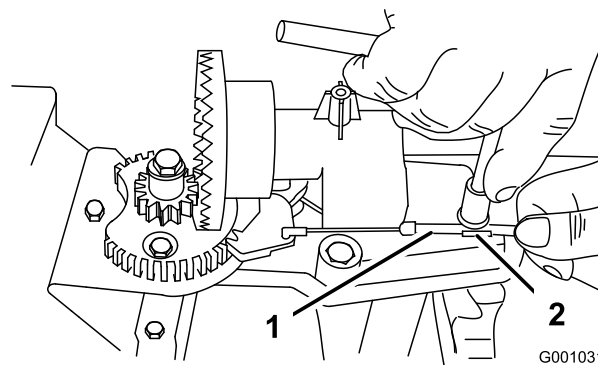
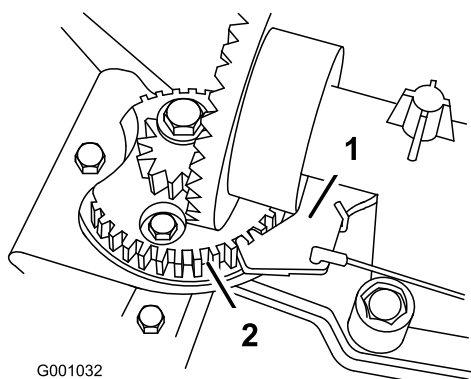

Figura 53
Figura 54
2. Allentate il bullone sul serrafilo per cavi (Figura 53).
scarico non s'innesta completamente nei denti degli ingranaggi (Figura 53 e Figura 54).
Nota: Il fermo a molla si inserisce automaticamente tra i denti degli ingranaggi (Figura 54).